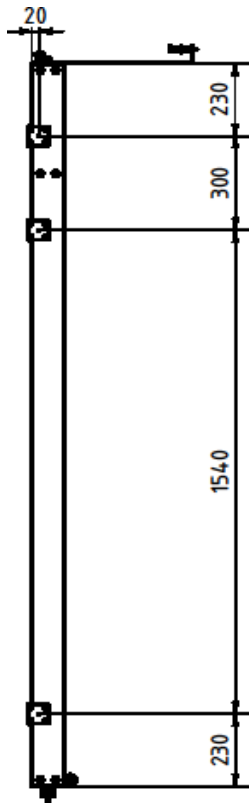
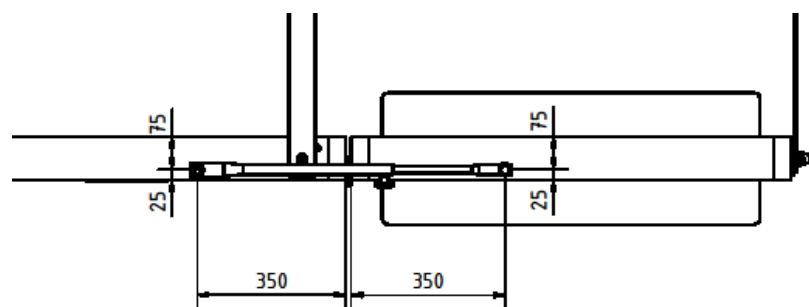
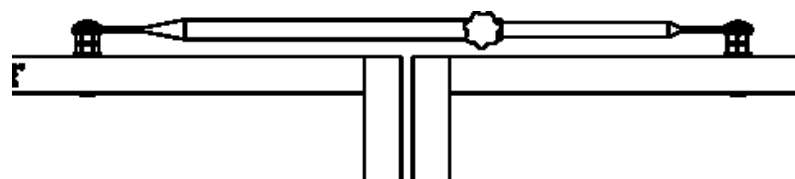

Abb. 6: Anbringung Scharniere
Abb. 7: Bohrmaße Teleskopstange
Abb. 8: Montage der Teleskopstange
Nach der Montage der neigbaren Elemente, bringen Sie nun das schwenkbare Element an. Hierzu bekleben Sie zunächst die Unterseite des Elements mit dem Filzbelag (7). Als Nächstes setzen Sie die Bohrungen für die Teleskopstange in die oberen Wangen der zwei entsprechenden Elemente mit $\varnothing 9$ Abb. 7. Befestigen Sie nun das schwenkbare Element mittels der 3 Scharniere (14) und Spaxschrauben (38) seitlich an der Wange des festen Elements, wie in Abbildung 6 gezeigt. Achten Sie darauf, dass die Elemente im eingeklappten Zustand fluchtend zueinander ausgerichtet sind. Setzen Sie nun die Bohrung für die Wandhalterung und bringen Sie diese an. Schrauben Sie anschließend die Feststellschraube oben und den Feststellfuß unten an der äußeren Wange fest. Im nächsten Schritt montieren Sie die Teleskopstange (24) mittels Schlossschrauben (27) und Hülsenmutter (8). Die Sechskantmutter (28) und Scheiben (26) dienen zur Regulierung des Abstandes (Abb.8). Bitte beachten Sie, dass die Schrauben nur so festgezogen werden, dass die Teleskopstange sich noch bewegen lässt, aber nicht mehr klappert. Abschließend bringen Sie die Wandbefestigung (30) mit Dübeln (22) und Schlüsselschraube (21) an der Wand an und verschrauben den Wandhaken (29) an der Befestigung (23) (31).